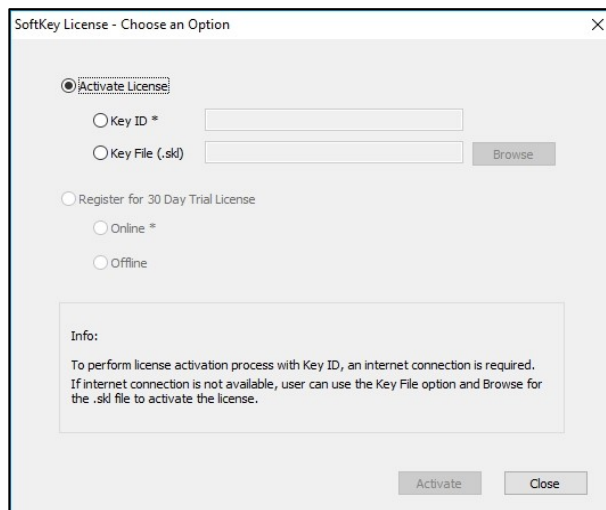

図 13. ライセンスの有効化
- a. 「**オプションの選択**」ページ（図13）で、「**KEY ID**」を選択します。
- b. [オプションの選択] ページ（図 13）で、[**KEY FILE (.skl)**] を選択します。